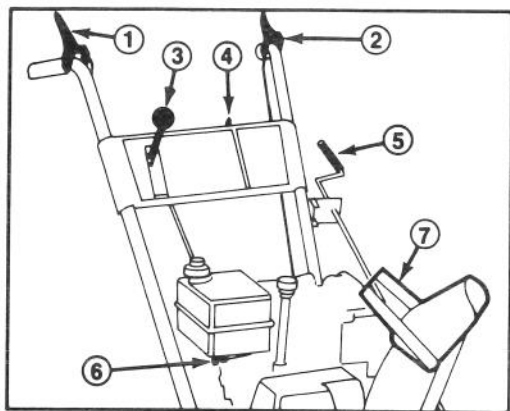

Figure 13
Commande de tarière (Fig. 13) — Cette commande a deux positions: EMBRAYÉE (Engage) et DÉBRAYÉE (Disengage). Pour embrayer la tarière et le rotor, comprimez le levier contre la poignée du mancheron droit. Pour les débrayer, relâchez le levier.
Commande de traction (Fig. 13) — Pour ob-
Sélecteur de vitesse (Fig. 13) — Cette commande a quatre positions: marche arrière, 1, 2 et 3 (trois vitesses avant). Pour changer de vitesse, placez le levier à la position désirée. Le
Clé d'allumage (Fig. 13) — La clé d'allumage a deux positions: MARCHÉ (on) et ARRÊT (off). Mettez la clé en position MARCHÉ (on) avant de mettre le moteur en marche à l'aide du démarreur à rappel. Pour arrêter le moteur, mettez la clé en position ARRÊT (off).
Robinet d'arrêt d'essence (Fig. 13) — Ce robinet se trouve sous le réservoir d'essence. Fermez le robinet pour arrêter l'arrivée d'essence au carburateur et rouvrez-le pour rétablir l'alimentation. Fermez le robinet quand la déneigeuse ne sert pas.
Commande d'éjecteur (Fig. 13) — Tournez la manivelle de commande de l'éjecteur à droite pour orienter l'éjecteur vers la gauche et tournez la manivelle vers la gauche pour orienter l'éjecteur vers la droite.
Manette du déviateur (Fig. 13) — La manette du déviateur se trouve sur le dessus de l'éjecteur et sert à régler la hauteur du jet de neige.
3. Ouvrez le robinet d'arrêt d'essence sous le réservoir d'essence (Fig. 13).
5. Tournez la clé d'allumage en position de MARCHÉ (Fig. 13).